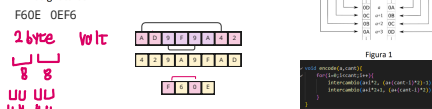

Figura 1
- Dado que el subtema de potencia está desarrollado sobre equipos no Intel/AMD el encoding del valor crudo es **"big-endian"**. ¿Es compatible con su hardware? ¿Cómo podría deducir (por código C) que tipo de encoding tiene el hardware con el que está trabajando ahora? Ver figura 1. En caso de no ser compatible deberá resolver el problema. **Implemente una solución que reconozca (usando simplemente C) el tipo de encoding tiene el hardware donde está corriendo y efectúe el ajuste sobre el dato solo si corresponde.** Complemente con conocimientos ad-